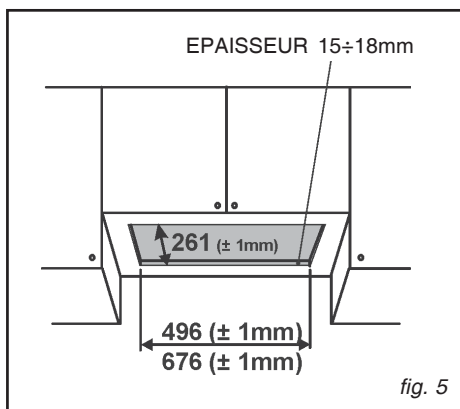

fig. 5
- Sous votre meuble de rangement, faites le trou nécessaire afin d'insérer l'appareil (Fig.5). La base inférieure du meuble doit avoir une épaisseur comprise entre 15 et 18 mm.